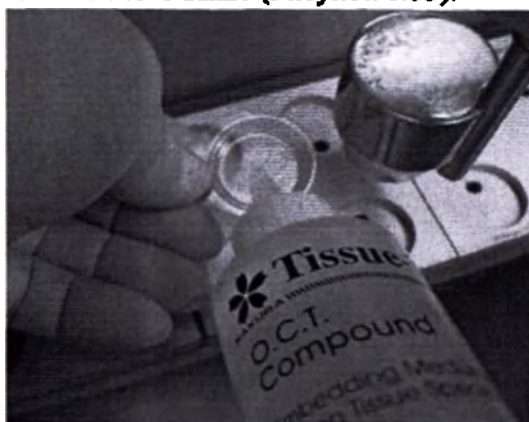

Рисунок 8.53
2. Расположите ткань в центре формы. Добавьте матричную среду так, чтобы она была на втором уровне выемки или немного выше (Рисунок 8.53).